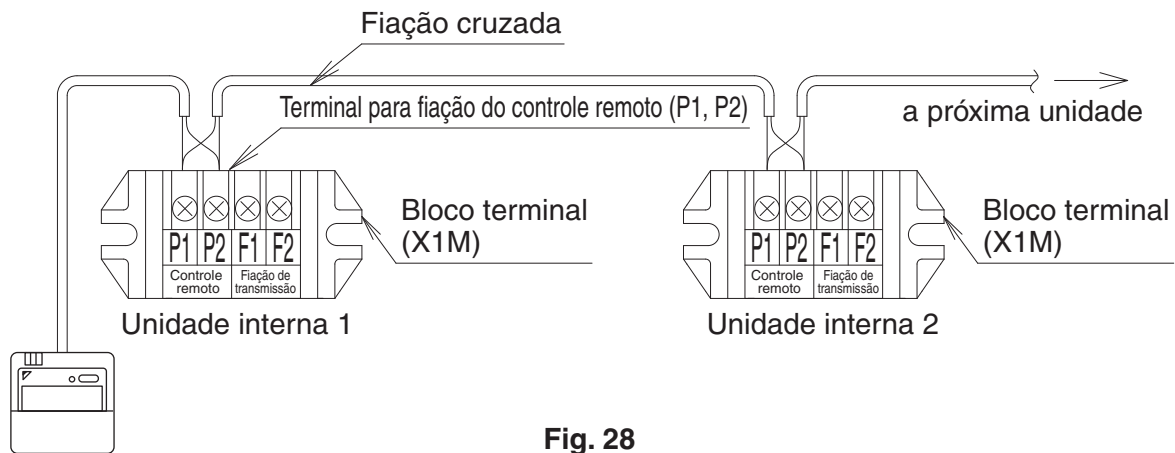

Fig. 28
- (1) Remova a tampa da caixa de controle. (Consulte “10. EXEMPLO DE COMO CONECTAR FIAÇÕES E CABOS”).
- (2) Conecte a fiação cruzada entre os terminais (P1, P2) dentro da caixa de controle para o controle remoto. (Não há polaridade.) **(Consulte a Fig. 28 e Tabela 3)**